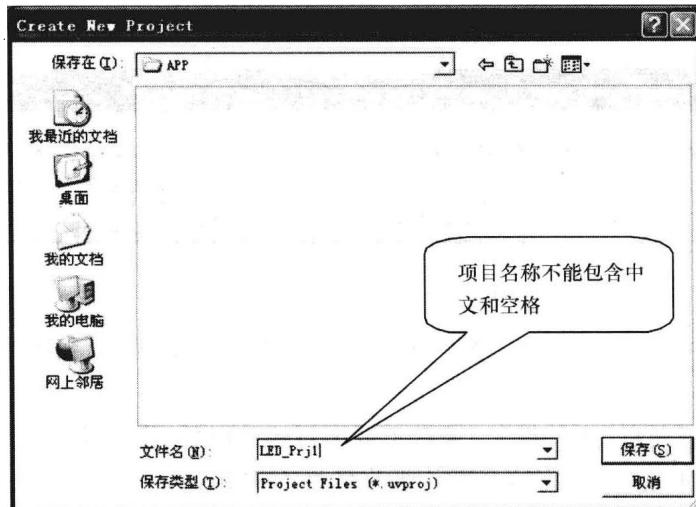

图 1-10 输入项目名称
(7) 输入项目名称。项目名称不能包含中文和空格,如图 1-10 所示。